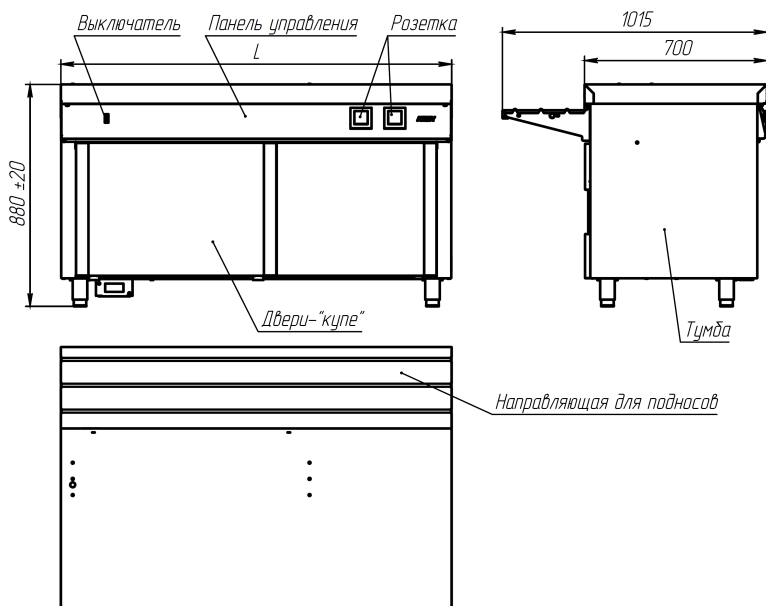

Рисунок 1
1.3.2.1 Прилавок для горячих напитков, см. рисунок 1, представляет собой тумбу с дверями- «купе» для хранения кухонного инвентаря. На тумбе устанавливается направляющая для подносов. На панели управления установлены розетки для подключения дополнительного оборудования и приспособлений. Выключатель на панели управления служит для включения подсветки модуля и полки.